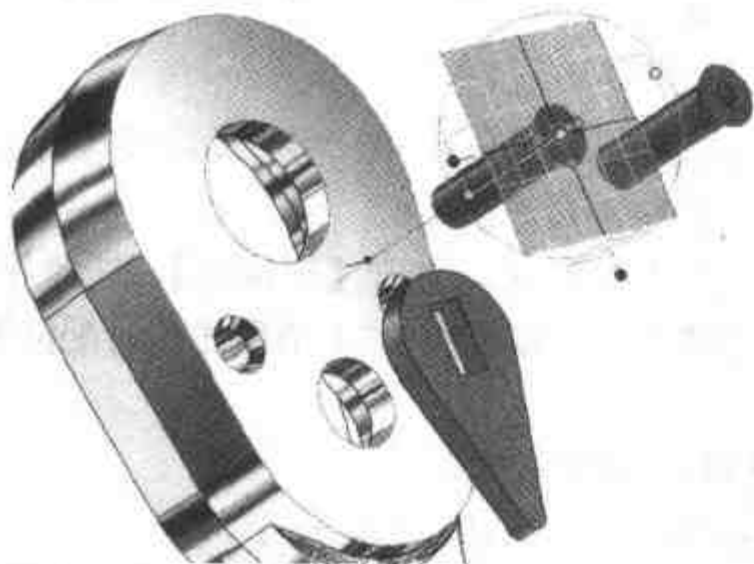

图 5.41 定位 pin1 零件的轨迹末点
- (8) 单击轨迹末点，pin1 销钉的蓝色外形轮廓线将显示出来。
- (9) 打开【三维球】，选择并锁定与高度线相对应的定位手柄，利用三维球将它移动到销钉的装配定位位置，如图 5.41 所示。
- (10) 关闭【三维球】，继续添加 pin2 的装配动画，方法与 pin1 完全相同，请读者自行完成。